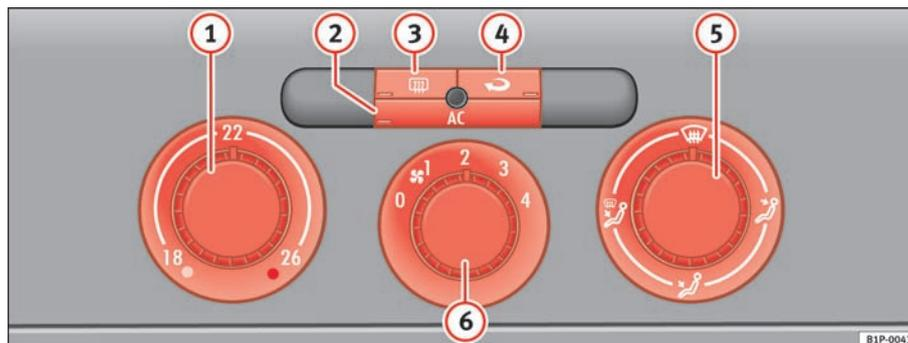

Fig. 108 Mandos del Climatic en el tablero de instrumentos
- Con los reguladores ⇒ fig. 108 ① y ⑤ y con el mando ⑥ se regula la temperatura, la distribución del aire y la velocidad de la turbina.
- Pulse la tecla ②, ③ o ④ para activar o desactivar la función correspondiente. Cuando la función está activa, la ventana situada en la esquina inferior de la tecla se ilumina.
- ① Regulador de temperatura ⇒ página 152
- ② Tecla **AC** – Encender o apagar el grupo refrigerador ⇒ página 152
- ③ Tecla – Luneta térmica. Esta función se apaga automáticamente aproximadamente 20 minutos después de haberla conectado. Se puede desconectar antes pulsando de nuevo la tecla.
- ④ Tecla – Recirculación de aire ⇒ página 154
- ⑤ Regulador de la distribución de aire ⇒ página 152
- ⑥ Mando de la turbina. El caudal de aire tiene 4 niveles de ajuste. La turbina debería funcionar siempre en el nivel más bajo cuando se circule a poca velocidad. ▶
- Encienda el climatizador con la tecla ⇒ página 151, fig. 108 .